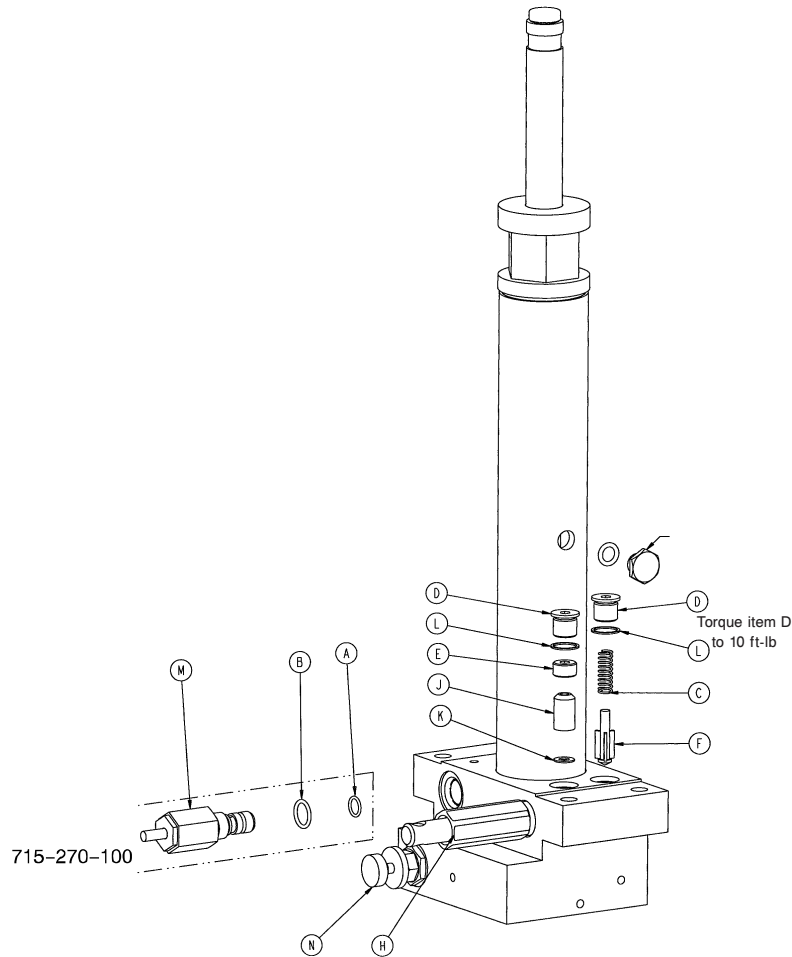

Figure 7 – Remplacement de la valve à clapet
4. À l'aide d'une clé à six pans de 1/4 po, retirer le bouchon de la base (D) et le joint (L) (Figure 7). Conserver le bouchon de la base et le joint.
5. Retirer et conserver le ressort de compression (C).
6. À l'aide d'une petite pince à becs fins, retirer la valve à clapet (F).
7. Installer la valve à clapet fournie (F).
9. À l'aide d'une douille à embout hexagonal de 1/4 po, réinstaller le joint (L) et le bouchon de la base (D) (retirés à l'étape 4). À l'aide d'une clé dynamométrique de 3/8 po, serrer le bouchon de la base à 10 pi-lb (13,5 Nm).
5. À l'aide d'une clé à six pans de 1/4 po, retirer le bouchon de la valve (E). Conserver le bouchon de la valve.
6. À l'aide d'un guide rigide dont l'extrémité est courbée et pointue, retirer et jeter le clapet anti-retour (J) et le joint (K).
7. Installer le joint fourni (K). Utiliser une tige de 1/2 po de diamètre pour s'assurer que le joint est à plat au fond de l'orifice.
8. Installer le clapet anti-retour fourni (J) avec l'extrémité biseautée vers le haut.
9. À l'aide d'une douille à embout hexagonal de 1/4 po, réinstaller le bouchon de valve (E) (retiré à l'étape 5). À l'aide d'une clé dynamométrique de 3/8 po, serrer le bouchon de valve à 10 pi-lb (13,5 Nm).
10. À l'aide d'une douille à embout hexagonal de 1/4 po, réinstaller le joint (L) et le bouchon de la base (D) (retirés à l'étape 4). À l'aide d'une clé dynamométrique de 3/8 po, serrer le bouchon de la base à 10 pi-lb (13,5 Nm).
4. À l'aide d'une clé mixte de 13/16 po, retirer et jeter la valve P.C. réglable (N) (Figure 7).